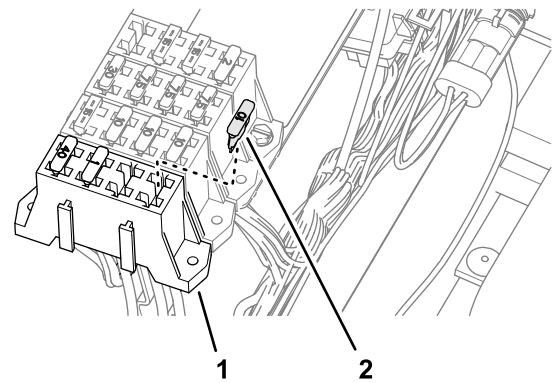

Figura 92
5. Introduzca el fusible (10 A) en el zócalo del bloque de fusibles (Figura 92) del circuito de